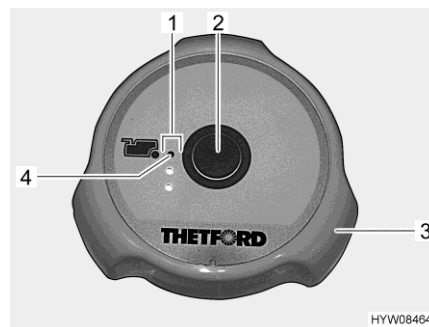

Fig. 110 Botón del inodoro/luces de control (inodoro Thetford)
Lavado: ■ Antes del lavado, abrir la corredera del inodoro Thetford. Para ello, girar el tirador giratorio (Fig. 110,3) en sentido contrario a las agujas del reloj.
■ Para lavar, pulsar el botón del inodoro azul (Fig. 110,2).
■ Tras el lavado, cerrar la corredera. Para ello, girar el tirador giratorio (Fig. 110,3) en sentido de las agujas del reloj.
Las luces de control (Fig. 110,1) indican el nivel de llenado del cassette de aguas fecales. Si está encendida la luz de control roja (Fig. 110,4), deberá vaciarse el cassette de aguas fecales.